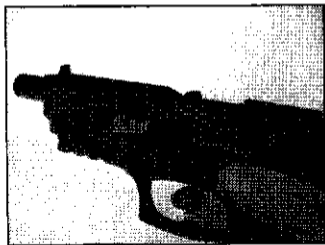
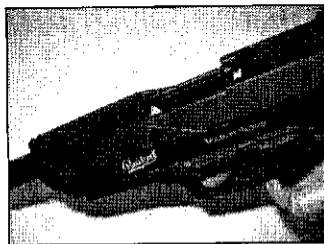

Рисунок 11
Рисунок 12
6.3.6.1 После установки магазина с магнитом снять кожух ствола с замкатель (см. рисунок 11) и переместить фальшствол в крайнее переднее положение, тем самым полностью открыть приемное окно бункера (см. рисунок 12).